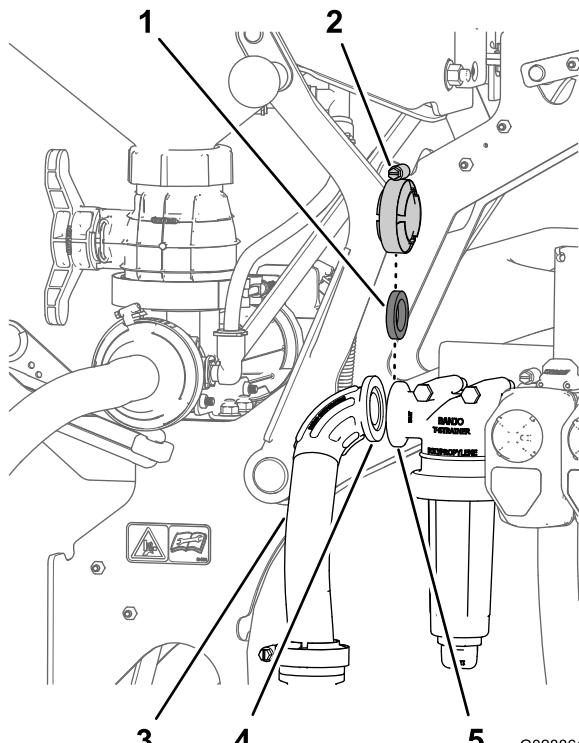

図 28
1. インレットホースの 90° フィッティングのフランジを、圧力フィルタヘッドのフランジに合わせる 図 28。
2. ガスケットとフランジ付きクランプ 図 28 これは 1 エダクタバルブの取りつけ準備を行う(ページ 11)で外したものを使って、インレットホースを圧力フィルタヘッドに固定する。